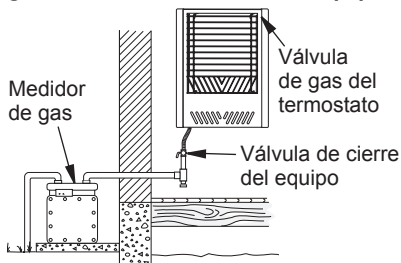

Figura 13 - Revisión de las uniones de gas para gas natural
4. Revise todas las uniones entre la válvula de cierre del equipo y la válvula de gas del termostato (consulte la figura 13 ó 14). Aplique en todas las uniones algún líquido de detección de fugas que no sea corrosivo. La formación de burbujas indicará una fuga.